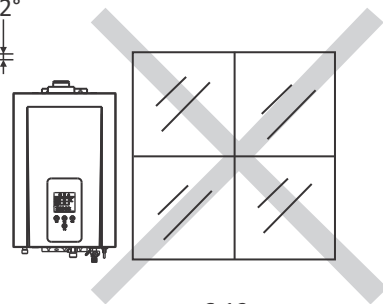

рисунок 6.12
6.3.7. Дымоход не следует устанавливать на стене рядом с окнами, так как во время использования, если окно открыто, выхлопные газы могут попадать обратно в помещение, создавая угрозу безопасности (рисунок 6.12).